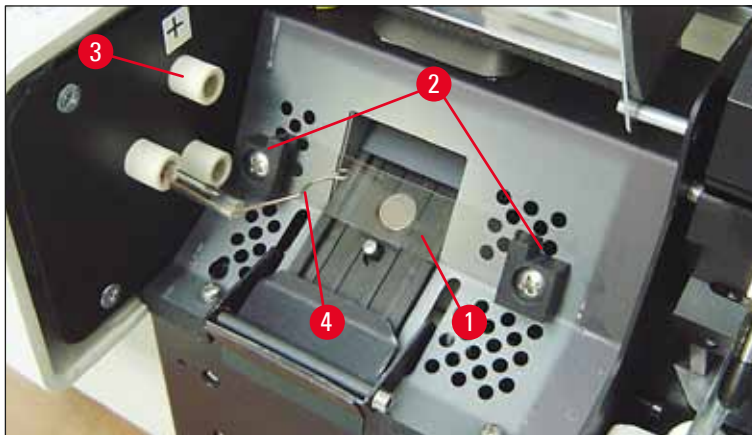

Fig. 20
5. Assicurarsi che la linguetta di contatto (→ "Fig. 19-2") venga rimossa dal filo di accensione (→ "Fig. 20-4") della lampada (vedere anche (→ "Fig. 20") e (→ "Fig. 21-1").